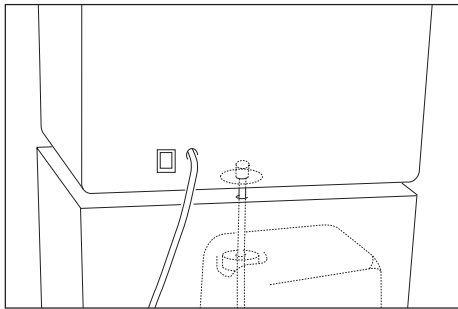

Fig. 7
- Inserire il tubo di aspirazione contenuto nel mobiletto nell'apposito attacco presente sotto l'apparecchio (Fig. 7).